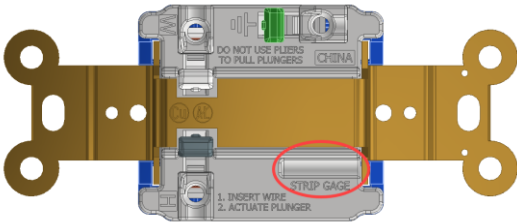

Fig. 5
1. Pele cada conductor de acuerdo con el calibre de pelado ubicado en la parte posterior del receptáculo, como se muestra en la Fig. 5.